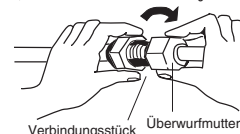

Abb. 7-5
- Um eine korrekte Verbindung zu gewährleisten, müssen Verbindungsleitung und die aufgeweitete Leitung in gerader Richtung zueinander positioniert werden; danach die Überwurfmutter zunächst locker aufschrauben, um eine einwandfreie Verbindung zu erhalten. (Abb. 7-5)